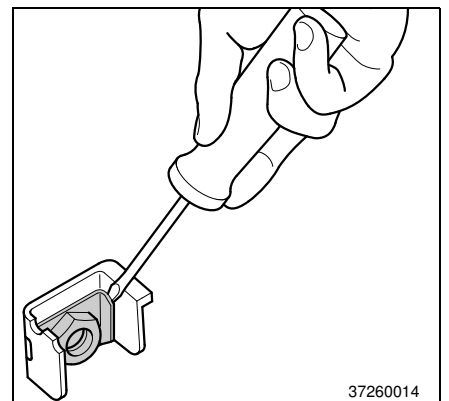

Рис. 27
- На левой торцевой панели дополнительно удалите зажимную гайку. Для этого плоским предметом (например, простой отверткой) подцепите длинное плечо зажимной гайки и выдавите гайку (Рис. 27).